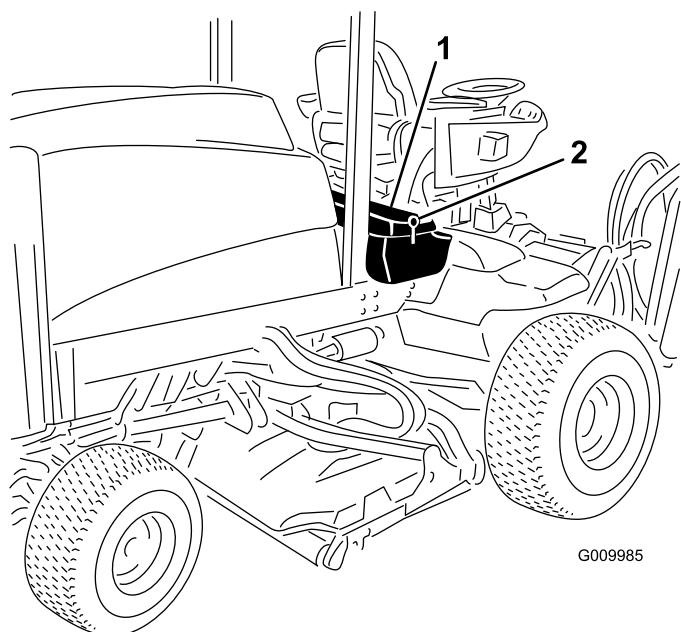
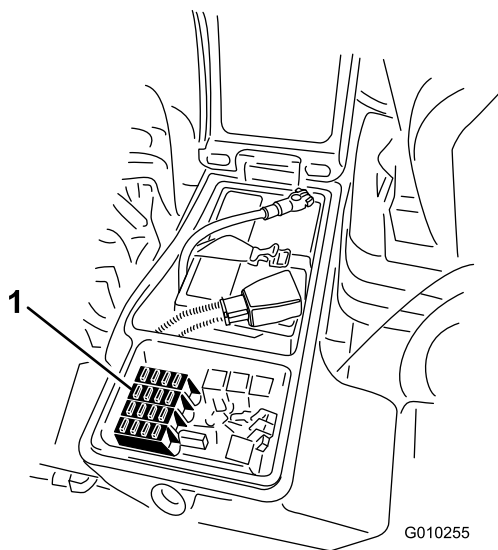

図 61
図 62
1. 右側の物入れのカバーのラッチを外して、カバーを上を開く 図 61。
1. 右側の物入れのカバーのラッチを外してベルトカバーを外し 図 61、ヒューズブロックを露出させる 図 62。
2. 必要に応じてヒューズを交換する図 62。
3. 右側の物入れのカバーを閉じてラッチで固定する図 61。